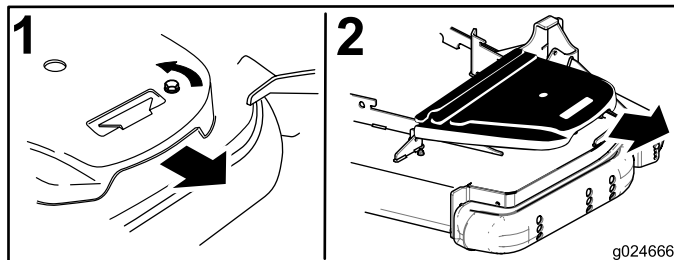

Figure 70
5. Déposez le couvercle de courroie en plastique (Figure 70).
4. Déposez les couvercles de courroie (Figure 70).